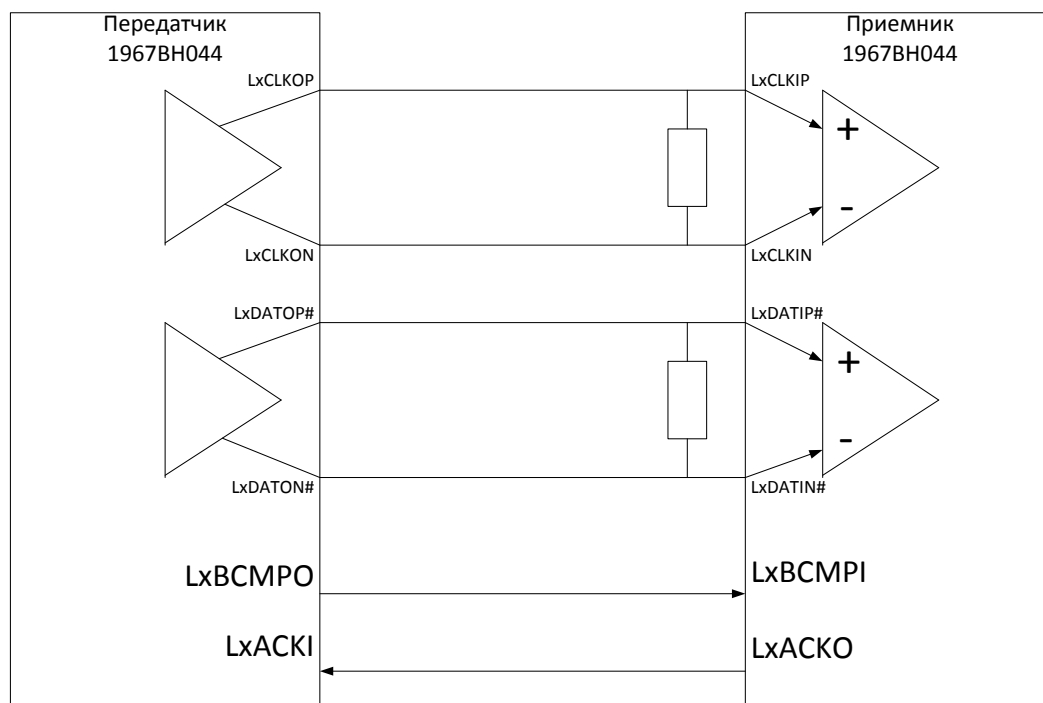

Рисунок 72 – Конфигурация передачи между процессорами
Передача сигналов LVDS требует дифференциального завершения. Рисунок 72 показывает процесс передачи через порт от одного процессора к другому. Внутренние 100 Ом резисторы завершения (RT) на стороне приемника обеспечивают выполнение данного требования. Линии на плате должны быть по возможности одинаковыми для того, чтобы поддерживать одинаковое время задержки для всех выводов данных и тактовых сигналов.